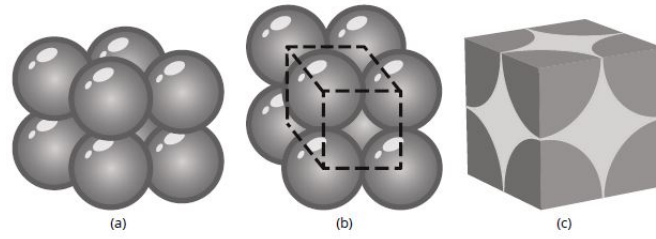

Figura 6.9: Determinação da saturação total.
- (a) Para este exemplo podemos fazer uma ilustração (Figura 6.9) que poderá servir para os outros nas alíneas a seguir. Esquema mostrando (a) um empacotamento cúbico de esferas a partir do qual (b) um cubo de subconjunto é selecionado e, em seguida, (c) analisado.